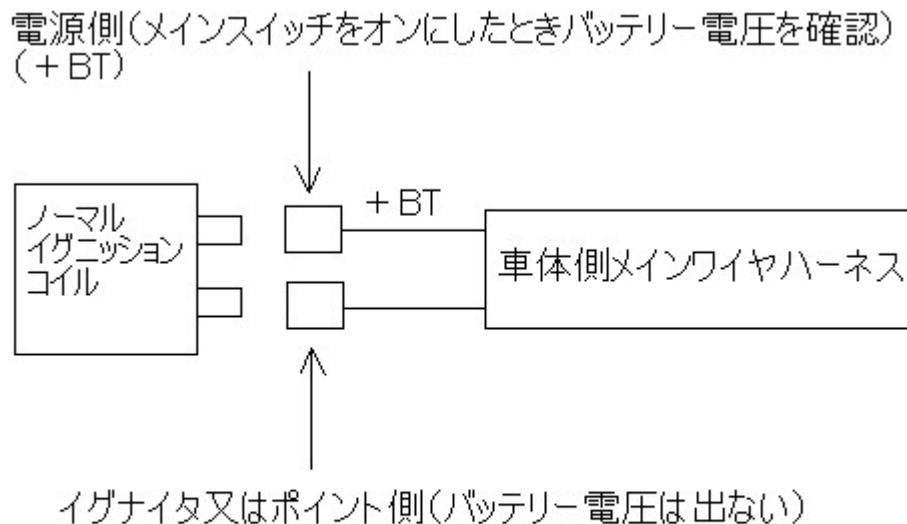

図1 電源側の確認
- ① ノーマルイグニッションコイルを取り外して下さい。取り外した後、車体側の配線端子で電源側、イグナイタ側をテスターで確認して下さい(図1参照)
- ② SP2パワーコイルとプラグコードを7、8ページ「プラグコードコネクタ装着方法」に従って接続して下さい。コード／キップは、高電圧によるリーク防止の為、新品又は同様品を使用して下さい。
- ③ SP2 パワーアンプの位置を設定し両面接着シートで固定して下さい。アンプは熱を発生しますので風通しに十分注意してください。